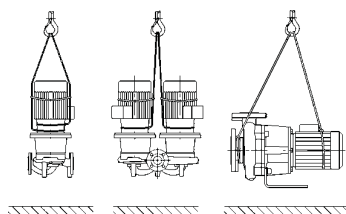

Fig. 4 : Elingage de la pompe
- Les œillets de transport servent ici de guidage lors de la suspension de la charge (fig. 4).